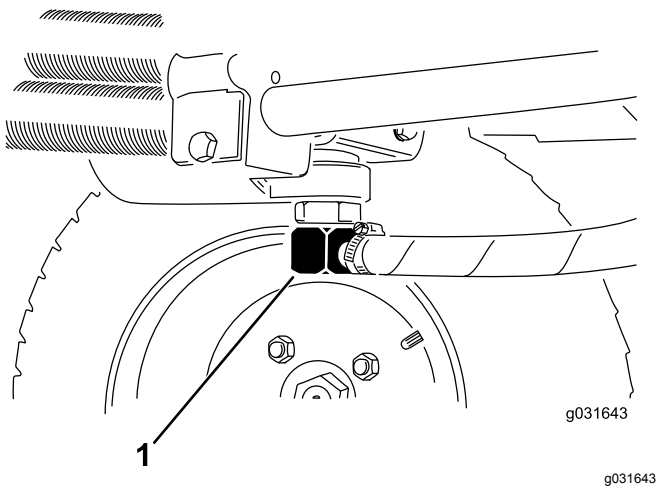
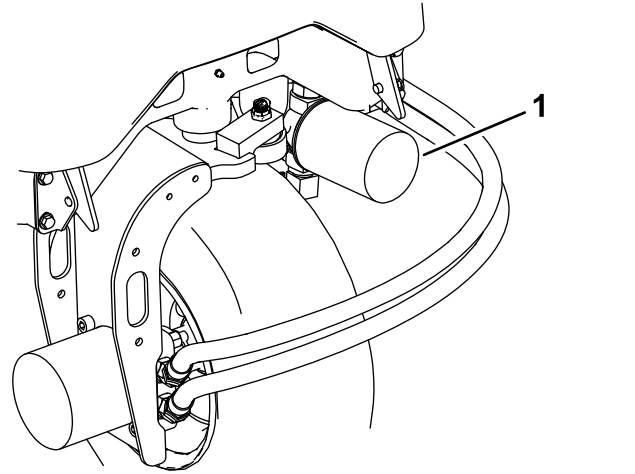

图 66
图 68
2. 断开液压管线与油箱的连接或卸掉液压油滤芯让液压油流入放油盘 图 68 和 图 66。
3. 液压油停止排出时安装液压管线图 66。
3. 清洁滤芯安装区周围的区域在滤芯下面放置一个放油盘然后拆下滤芯图 68。